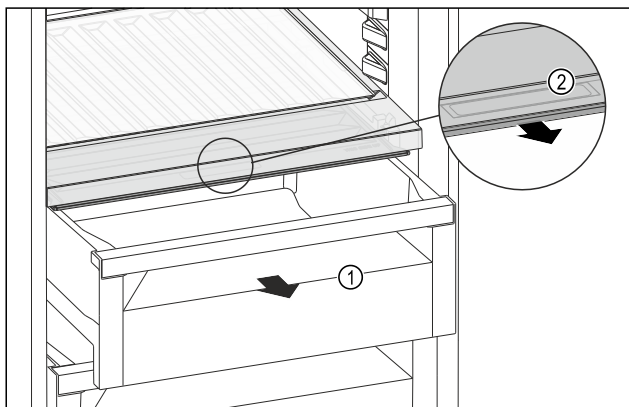

Fig. 262
- Изтеглете чекмеджето Fig. 262 (1).
- Хванете вдлъбнатия захват Fig. 262 (2) на капака на отделението и едновременно с това издърпайте напред капака на отделението.